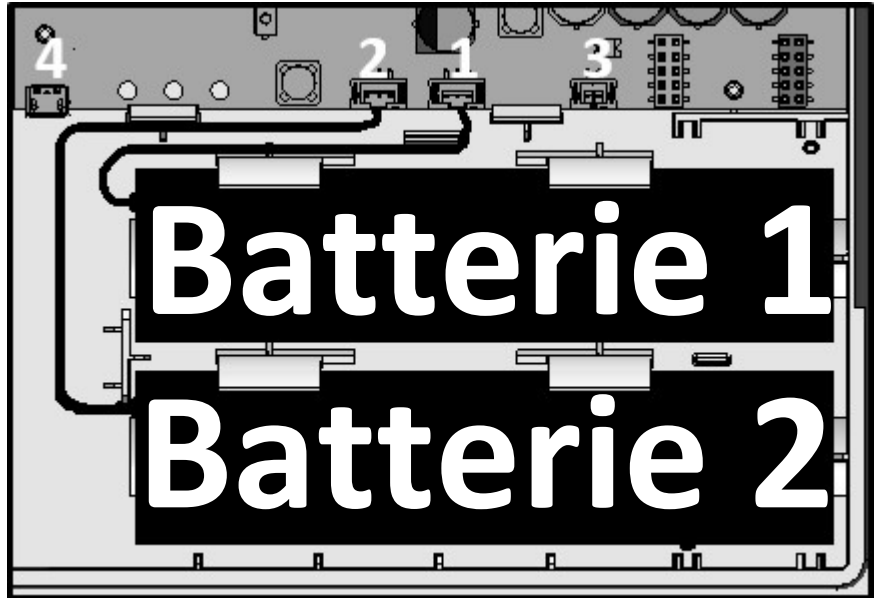

Abb. 1 Gateway Innenansicht (Ausschnitt)
- Stecker der Batterie(n) in die entsprechende Buchse drücken (siehe Bild 1). Die grüne Status-LED blinkt jetzt im 30-Sekunden-Takt.